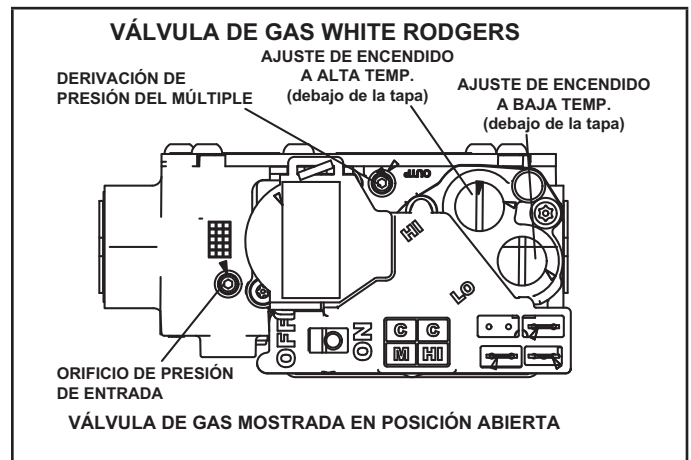

FIGURA 62
Operación de la válvula de gas (FIGURA 62)
- 6 - Mueva el interruptor en la válvula de gas a la posición APAGADO. Ver la FIGURA 62.
- 8 - Mueva el interruptor en la válvula de gas a la posición ENCENDIDO. Ver la FIGURA 62.
Un tapón roscado de presión de entrada en la válvula de gas permite acceso a la presión de suministro. Ver la FIGURA 62. Retroceda el tornillo hexagonal de 3/32 una vuelta, conecte un tubo de 5/16 y conéctelo a un manómetro para medir la presión de suministro. Ver la TABLA 25 para la presión de la línea de suministro.
Un tapón de presión del múltiple en la válvula de gas permite acceso a la presión del múltiple. Ver la FIGURA 62. Retroceda el tornillo hexagonal de 3/32 una vuelta, conecte un tubo de 5/16 y conéctelo a un manómetro para medir la presión del múltiple.
- 5 - Haga ajustes si es necesario. La FIGURA 62 muestra la ubicación de los tornillos de ajuste de encendido de alta y baja temperatura.